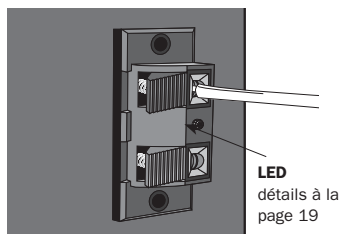

figure 8
4. Relâcher le bouton presseur pour fixer le fil dans la borne (**figure 8**).